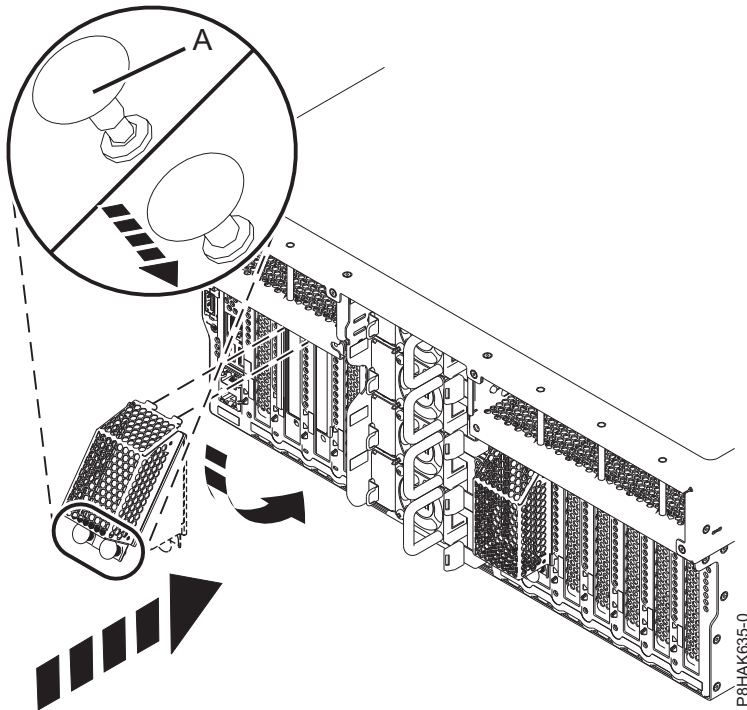

Figura 10. Conexión del protector al adaptador GPU
- a. Si el botón de bloqueo (A) no está ya en la posición de abierto, tire del botón de bloqueo (A) para dejarlo en la posición de abierto. Vea la Figura 10.
- c. Presione el botón de bloqueo (A) en la dirección que se muestra en la Figura 10 para bloquear el protector en su posición.